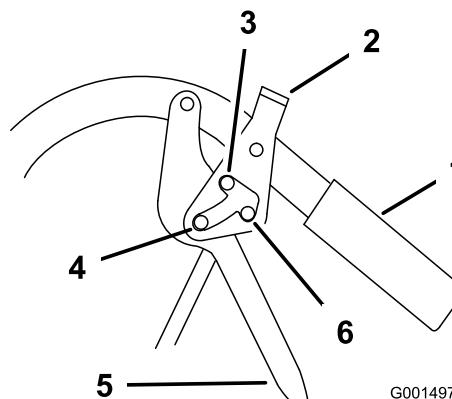

Figure 7
1. Serrez les leviers de déplacement (Figure 7).
2. Placez les pouces sur la partie supérieure des verrous et poussez-les en avant en position **stationnement** (Figure 7).
1. Serrez les leviers de déplacement en arrière (Figure 7).
2. Placez les pouces sur la partie supérieure des verrous et ramenez-les en arrière en position **déplacement** (Figure 7).
- Placez les pouces sur la partie supérieure des verrous et ramenez-les en arrière en position **point mort verrouillé** (Figure 7).
- Placez les pouces sur la partie supérieure des verrous et poussez-les en avant en position **déplacement** (Figure 7).